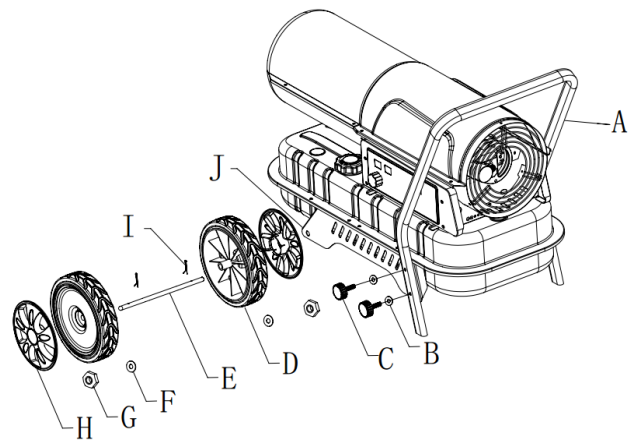

Abb. 5-2: Montage DHG 30 und DHG 50
- ➔ Stecken Sie die Radachse (Pos. E, Abb. 5-2) in das entsprechende Loch der Radbefestigungsplatte (Pos. J, Abb. 5-2).
- ➔ Setzen Sie den Splint (Pos. I, Abb. 5-2) in die entsprechenden Löcher der Radachse ein.
- ➔ Legen Sie die Unterlegscheibe (Pos. F, Abb. 5-2) auf die beiden Seiten der Achse, schieben Sie das Rad (Pos. D, Abb. 5-2) über die Radachse (Pos. E, Abb. 5-2), schrauben Sie die Mutter (Pos. G, Abb. 5-2), um das Rad auf der Achse zu befestigen, und montieren Sie die Radabdeckung (Pos. H, Abb. 5-2).
- ➔ Verwenden Sie die Klemmschraube (Pos. C, Abb. 5-2) und die Unterlegscheibe $\varnothing 6$ (Pos. B, Abb. 5-2), um den Griff (Pos. A, Abb. 5-2) in das entsprechende Loch der Lenkradbefestigungsplatte (Pos. J, Abb. 5-2) zu montieren.
- A Kabelhalter (2)
- B Rohrgestell (1)
- E Mutter Rohrgestell (2)
- F Unterlegscheibe M12 (2)
- G Rad (2)
- H Splint (2)
- I Radachse (1)